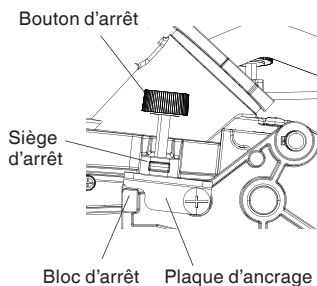

Fig. 19-b
- (2) Pour régler la course en hauteur maximum de la tête de coupe, suivre les étapes ci-dessous : (Fig. 19-b)